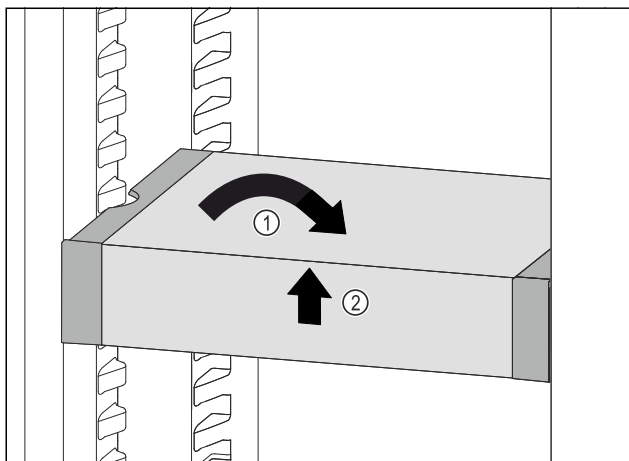

Fig. 89
- 将 VarioSafe 放平。Fig. 89 (1)
- 抬起 VarioSafe 前部。Fig. 89 (2)